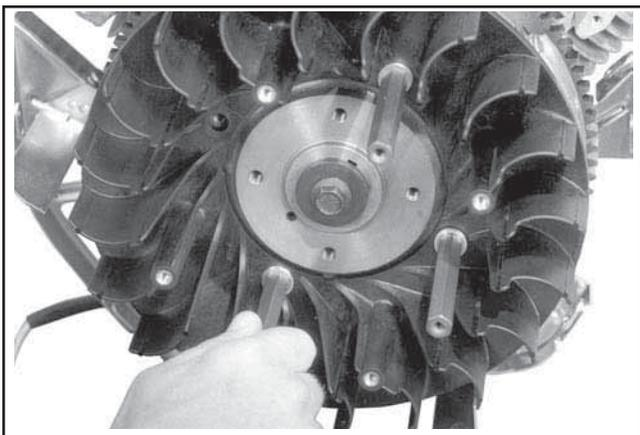

Figure 11-32. Installation des supports de la grille de protection contre l'herbe en métal.
1. Si l'on utilise une grille de protection contre l'herbe en métal, avec des supports simples filetés, monter une rondelle entretoise sur le filetage externe. Appliquer du Loctite® N. 242 bleu (amovible) sur les filetages. Monter quatre supports comme il est montré à la Figure 11-32.